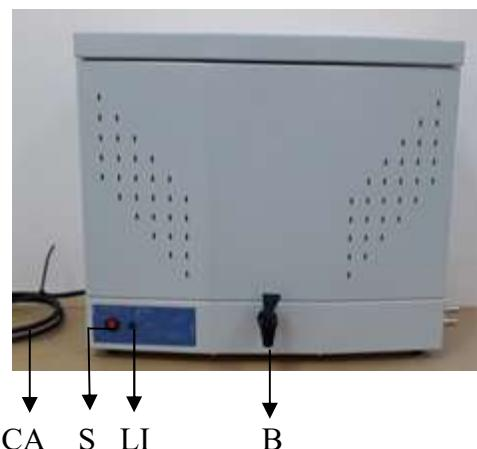

fig.1
1.4. INSTALACIÓN (fig. 1, 3 y 4)
1.5. PUESTA EN MARCHA (fig. 1 y 3)
1.6. MANTENIMIENTO (fig. 1, 3 y 4)
1.4. INSTALLATION (fig. 1, 3 and 4)
1.5. START-UP (fig. 1 and 3)
1.6. MAINTENANCE (fig. 1, 3 and 4)